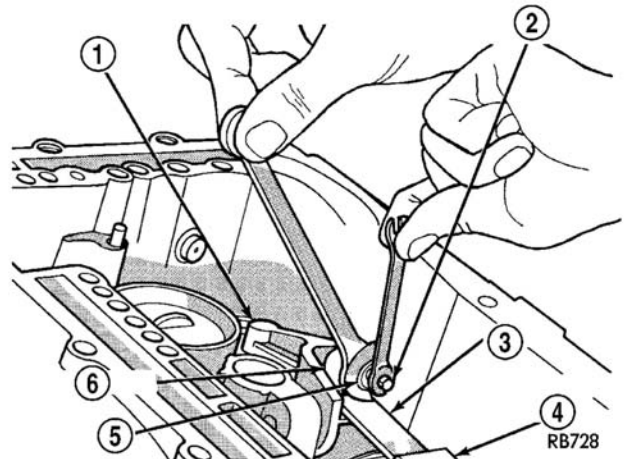

图 113 调整低/倒档制动带
(3) 拧松该制动带调整螺钉锁母 5-6 圈，确保调整螺钉在杆中转动自如。
(4) 紧固调整螺钉至 $5\text{N} \cdot \text{m}$ (41in. lbs.)（图 113）。
(5) 往回拧松调整螺钉 $3\frac{1}{2}$ 转。
(6) 保持调整螺钉在位并紧固锁母至 $14\text{N} \cdot \text{m}$ (125in. lbs. 注：原文为 125ft. lbs.) 的扭矩。
(7) 在油盘上施加珠粒形 Mopar®硅橡胶粘合密封胶，并随即将油盘安装到壳体上。
(8) 安装油盘至壳体螺栓并紧固至 $19\text{N} \cdot \text{m}$ (165in. lbs.) 的扭矩。
(9) 落下车辆并用 Mopar®自动变速器油 ATF Plus 4 型号 9602 重新加注变速器。